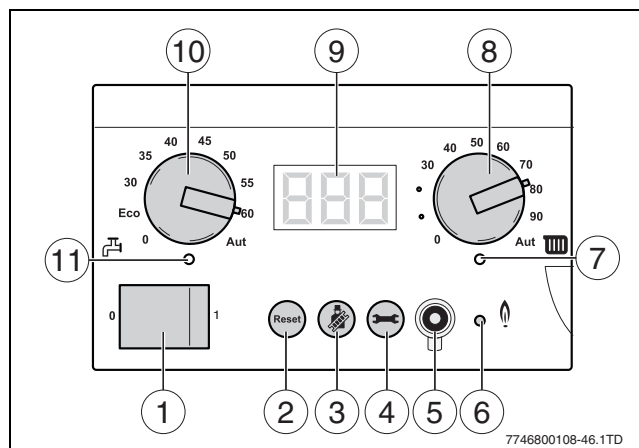

Fig. 6 Panou de comandă
- Setați întrerupătorul de pornire/oprire în poziția „1” (→ Fig. 6, [1]).